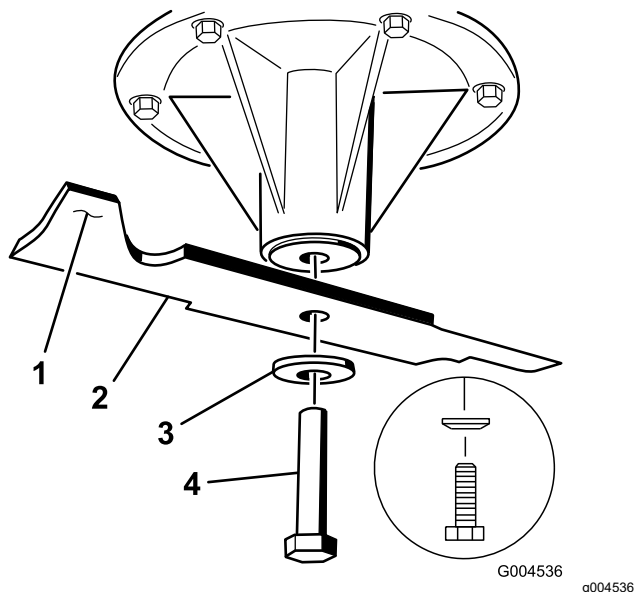

Figura 80
2. Instale la cuchilla en el eje (Figura 80).
3. Instale la arandela curva y el perno de la cuchilla (Figura 80).
Nota: El cono de la arandela curva debe estar orientado hacia la cabeza del perno (Figura 80).